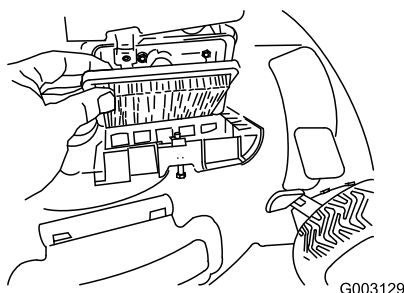

Figura 35
3. Sostituite il filtro dell'aria (Figura 35).